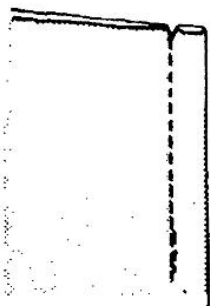

Рис. 169
3. Сложите складку по отметкам, приутюжьте линию сгиба. Не приутюживайте дальше конца строчки. Опустите иглу в нижнее положение. Расположите деталь так, чтобы игла входила в надсечки края, опустите лапку. Оставьте концы нитей позади лапки, стачайте от надсечек до отметки конца складки (рис. 169).